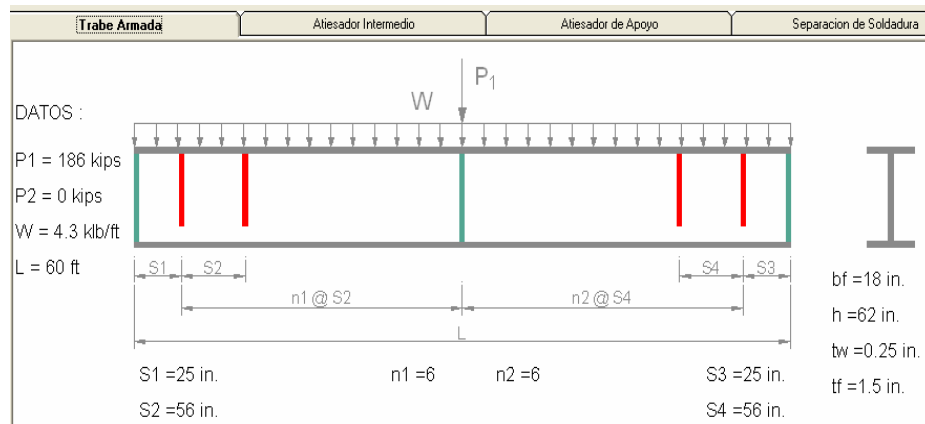

Figura 6.3 Dimensiones de la Trabe Armada
2. La Figura 6.3 muestra la carpeta “Trabe Armada”, la cual contiene las dimensiones de la trabe armada.